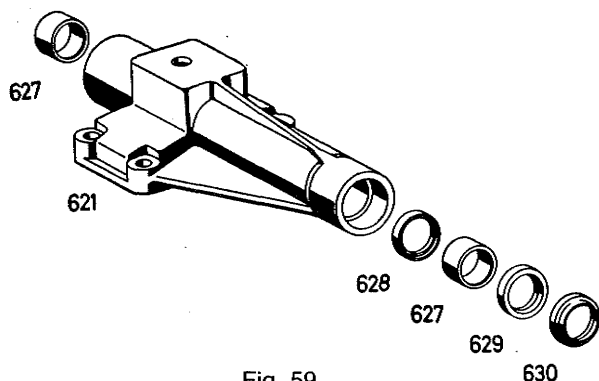

Fig. 59
Emmancher de l'intérieur un coussinet de palier (627) dans le fourreau long du boîtier de commande et enfoncer de l'extérieur la bague d'étanchéité (628), la lèvre d'étanchéité étant orientée vers l'extérieur, jusqu'à butée. Emmancher le deuxième coussinet de palier (627), plus profondément de 4 à 5 mm que l'épaulement d'appui pour la plus grande bague d'étanchéité (629). Placer la bague d'étanchéité (629), la lèvre d'étanchéité étant orientée vers l'intérieur et le joint racleur (630), la lèvre d'étanchéité étant orientée vers l'extérieur (fig. 59). Les espaces libres entre le coussinet (627) et les deux bagues d'étanchéité (628 et 629) doivent être remplis avec de la graisse spéciale pour roulements. Introduire l'arbre de sélection (631) et, en même temps, faire glisser l'étrier de verrouillage (622) et le doigt de passage des vitesses (623). Introduire les goupilles élastiques (620 et 619) dans les alésages du doigt et de l'arbre.